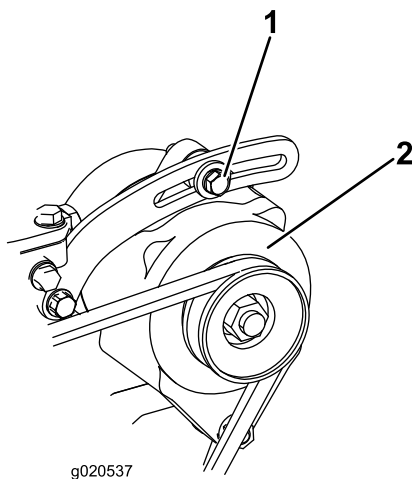

Figure 74
2. Si vous n'obtenez pas une flèche de 10 mm, desserrez les boulons de fixation de l'alternateur (Figure 74). Augmentez ou diminuez la tension de la courroie et resserrez les boulons. Contrôlez de nouveau la flèche de la courroie pour vérifier si la tension est correcte.